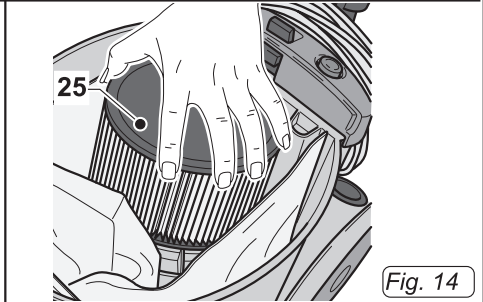
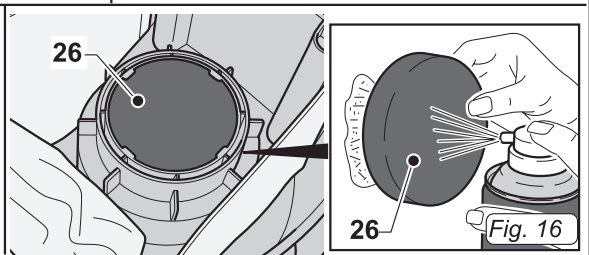

Fig. 14
Fig. 16
- Патронный фильтр (25 Рис. 14) закреплен в специальном держателе; для его снятия, его необходимо поднять.
- Удалить патрон фильтра (25 Рис. 14), затем удалить фильтр (26 Рис. 16) и очистить его с помощью струи воздуха. Можно вымыть фильтр в теплой воде и установить его обратно только после полного высыхания; при чрезмерном загрязнении фильтра следует заменить его.